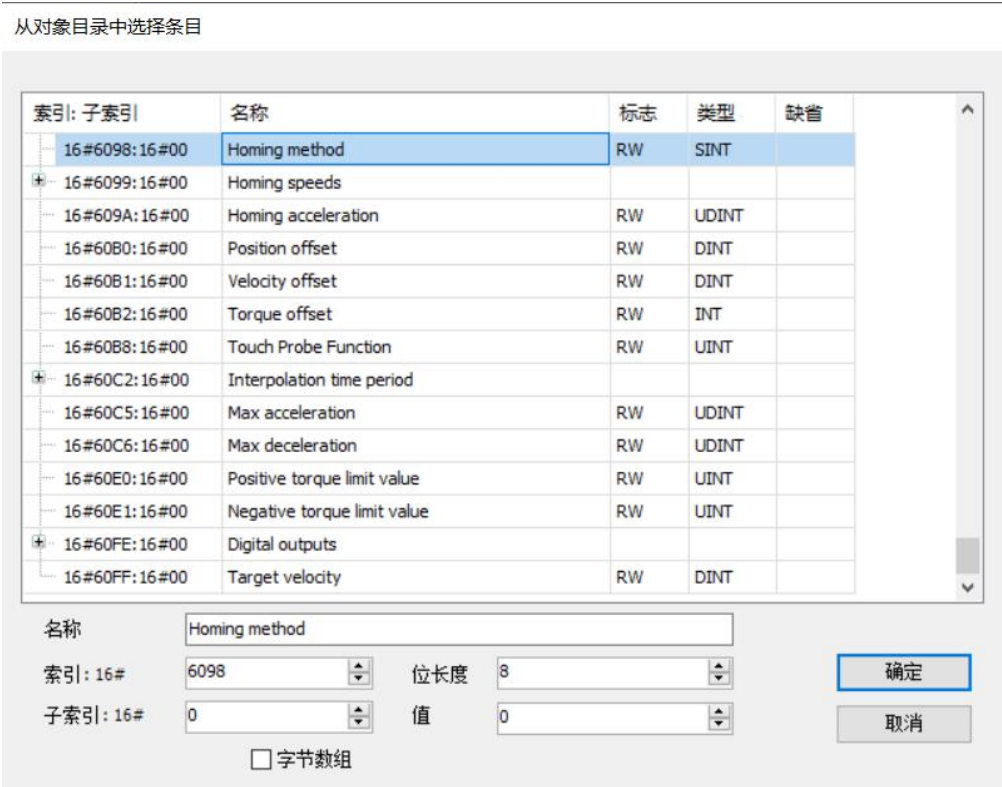

图 14.30 选择“Homing method”
2) 在弹出的窗口中找到对象字典 16#6098，即回原点模式，如图 14.30 所示。